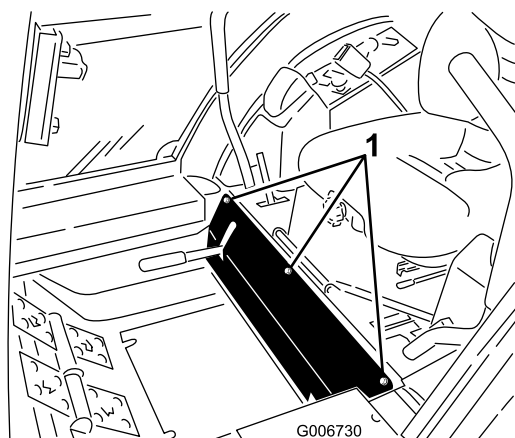

Figure 75
- Retirez les boulons de fixation du panneau avant et déposez le panneau (Figure 75).